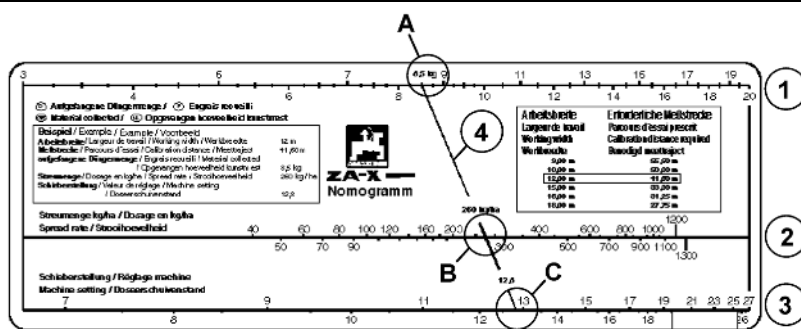

図 66
2. クランプレバー (図 66/2) を解除します。
3. 目盛り (図 66/1) において、散布表に記載されていた、あるいはキャリブレーション装置で検出したシャッター位置用の目盛り値を探してください。
4. 表示器 (図 66/3) の読み取りエッジ (図 66/4) を目盛りの値に設定してください。
5. クランプレバー (図 66/2) を再びしっかり締め付けてください。